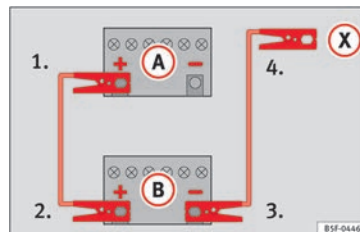

Fig. 189 Esquema de ligação para veículos sem sistema Start/Stop.
» **Fig. 189**.
3. Ligue a outra extremidade do cabo **vermelho** de emergência ao polo positivo (+) do veículo que fornece a corrente (B).
4. **Em veículos sem sistema Start-Stop:** ligar uma extremidade do cabo **preto** de emergência ao polo negativo (-) do veículo que fornece a corrente (B) » **Fig. 189**.
- **Em veículos com sistema Start-Stop:** ligar uma extremidade do cabo **preto** de emergência (X) a um terminal de massa adequada, a uma peça de metal maciça que esteja